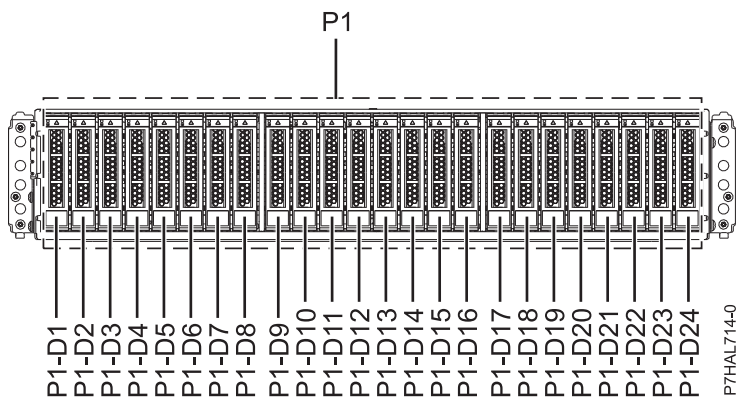

図 5. 5887 ディスク・ドライブ・エンクロージャの正面図 (ディスク・ドライブの位置を示す)
1. 保守を行う部品およびエンクロージャーを識別します。ディスク・ドライブおよび SSD スロットはエンクロージャーの前面にあります。8 ページの図 5 および 8 ページの図 6 は、エンクロージャーの正面図と背面図で、エンクロージャー内のディスク・ドライブの位置を示しています。